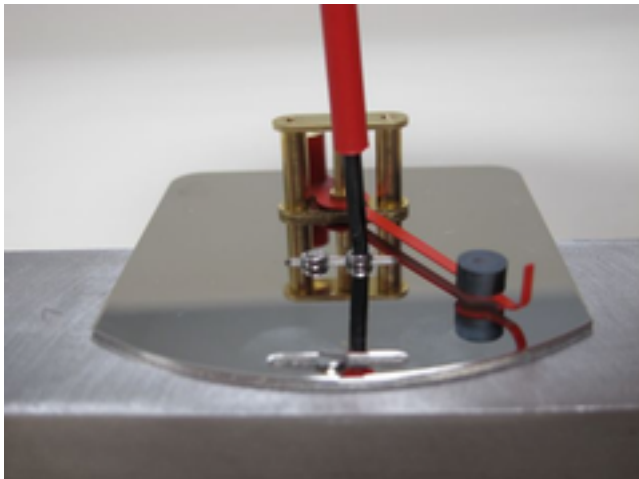

Abb. 45: Bodenplatte lösen
5. ➤ Befestigungsschrauben der Anzeige-Bodenplatte lösen (Abb. 45) und mit der Anzeige-Bodenplatte abnehmen.